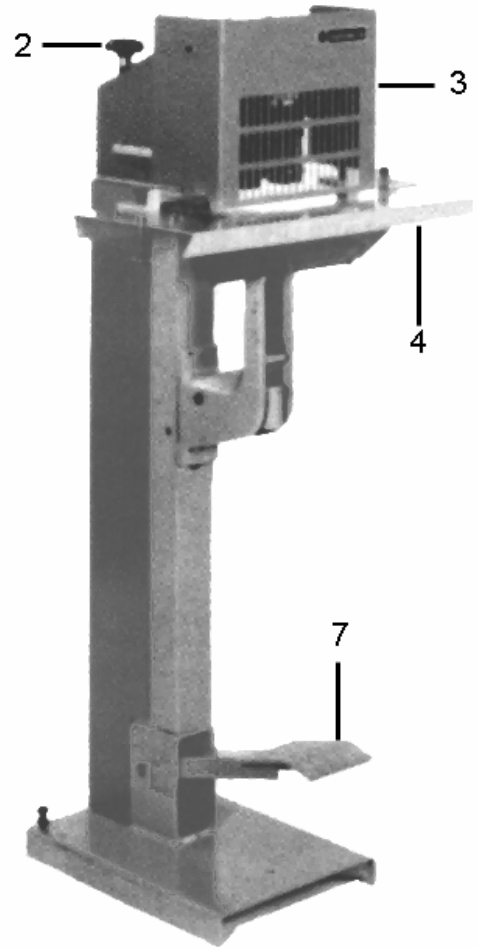

fig001
Die Flanschfläche (17) des Universaltsches mit zwei Halbrundschauben (18) am Horn (16) der Heftmaschine festschrauben. Heftköpfe am Handrad (2, fig001) ganz nach oben drehen. Dann des Tischblech (19) in Pfeilrichtung über die Umbieger anheben.
Beim Hochklappen des Handschutzes schaltet die Maschine ab. Damit die Maschine wieder Betriebsbereit ist, muß der Handschutz heruntergeklappt und der Ein-Aus-Schalter (1, fig001) erneut eingeschalten werden.